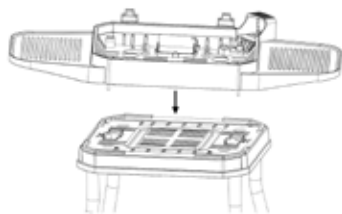

Fig. 5
7. Placez ensuite le corps du barbecue [9] sur la base du barbecue [11] et tournez les deux verrouillages sur le dessous dans le sens inverse des aiguilles d'une montre. Le corps et la base du barbecue sont désormais assemblés (Fig. 5, 6 et 7).